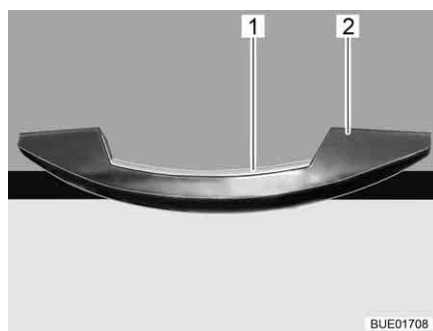

Fig. 60 Poignée avec barre de déverrouillage (exemple)
- Pousser la barre de déverrouillage (Fig. 60,1) et la maintenir poussée.
- Tirer sur la poignée (Fig. 60,2) jusqu'à ce que l'abattant de placard s'ouvre.